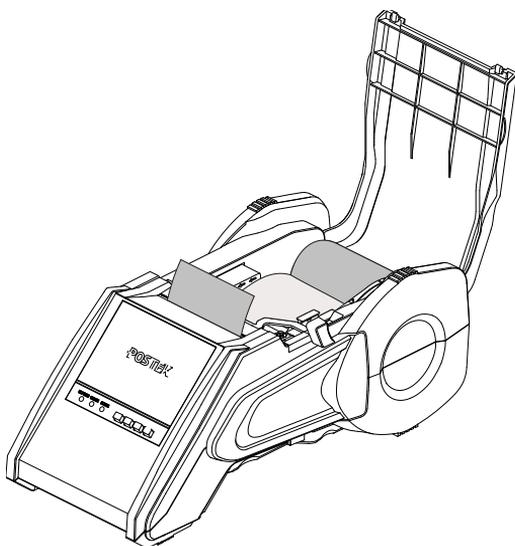

图 2-13
7. 打开打印机电源开关，待进入待机状态，直接按下“进纸”键，将标签纸走到打印机的出口位置 (图 2-13)。